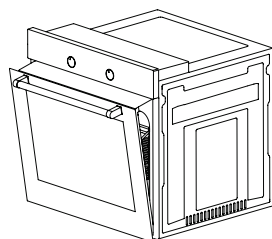

Рисунок 27
2. Установите обе проушины экрана в кронштейны, расположенные под панелью управления. Затем прикройте дверцу духового шкафа и зафиксируйте теплозащитный экран между духовкой и внутренней стороной дверцы. (Рис. 27)